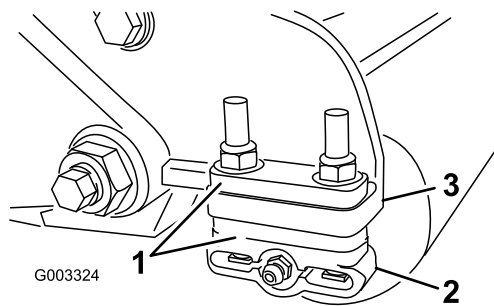

Bild 11
1. Legen Sie die benötigte Anzahl von Distanzstücken unter den Montageflansch der Seitenplatte (**Bild 11**), um die Halterungen der Heckrolle (**Bild 11**) auf die gewünschte Schnitthöhe einzustellen, siehe Schnitthöhentabelle.